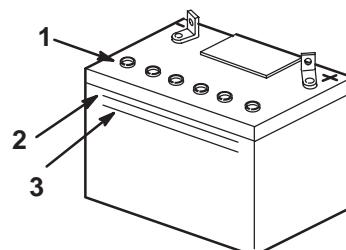

Figure 16
- Observez le côté de la batterie. Le niveau de l'électrolyte doit atteindre le trait supérieur (Fig. 16). Ne laissez pas l'électrolyte descendre en dessous du trait inférieur (Fig. 16).
3. Enlevez les bouchons d'aération de la batterie (Fig. 16).
4. Versez de l'eau distillée avec précaution dans chaque élément jusqu'au repère Supérieur (Fig. 16) sur le côté de la batterie.
5. Attendez cinq à dix minutes après avoir rempli les éléments. Ajoutez de l'eau distillée au besoin, pour amener le niveau au repère supérieur (Fig. 16) sur le côté de la batterie.